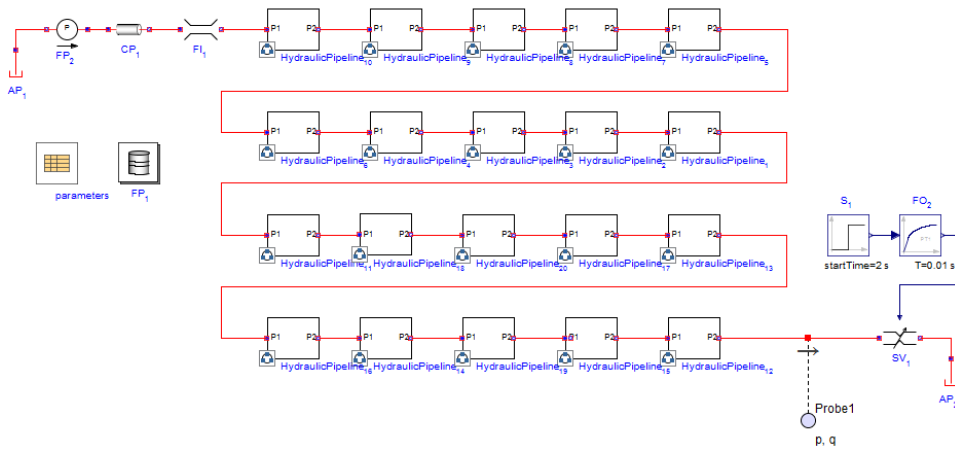
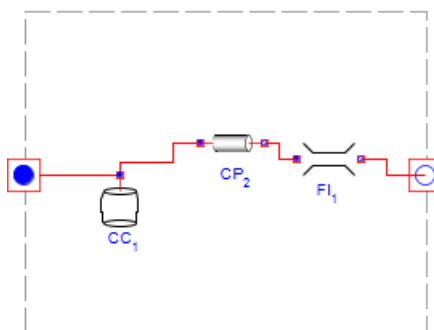

図6.28 ウォーターハンマー
図6.29 離散化されたパイプラインのセグメント
図6.29「離散化されたパイプラインのセグメント」に示すように、各サブシステムは、Compliant Cylinder、Circular Pipe、および Fluid Inertia コンポーネントで構成されています。全長 L 、容量 V 、 N 個に分割されたパイプラインには、 $N + 1$ 個のパイプ (それぞれの長さは
1. 図6.28「ウォーターハンマー」や図6.29「離散化されたパイプラインのセグメント」にあるようなコンポーネントと接続のあるモデルを作成します。
4. **Fixed Pressure** コンポーネントの (図6.28 「ウォーターハンマー」 の FP_2) 圧力 (P) を 500 kPa に設定します。